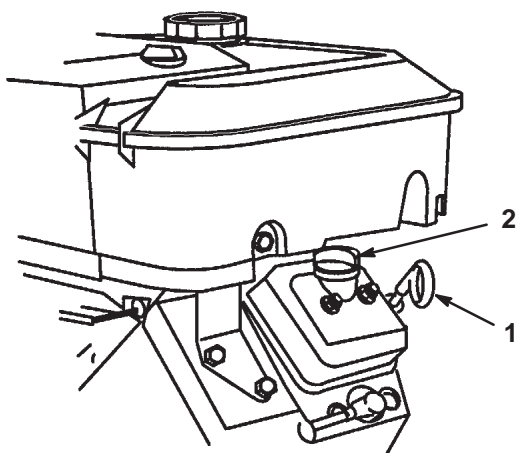

Figure 2
2. Nettoyez la surface autour de la jauge d'huile (Fig. 2) pour éviter que des impuretés s'introduisent dans l'orifice de remplissage, ce qui risquerait d'endommager le moteur.
4. Enfoncez la jauge complètement dans le tube de remplissage sans la visser. Sortez de nouveau la jauge et examinez l'extrémité métallique. Si le niveau d'huile est bas, retirez le bouchon de remplissage du couvre-culasse (Fig. 2) et ajoutez la quantité d'huile nécessaire pour amener le niveau au repère maximum ("FULL") sur la jauge. Reportez-vous à la section Changement de l'huile moteur et du filtre, page 25, pour connaître le type d'huile et la viscosité qui conviennent. Versez l'huile lentement et vérifiez souvent le niveau durant la procédure. **Ne remplissez pas excessivement.**